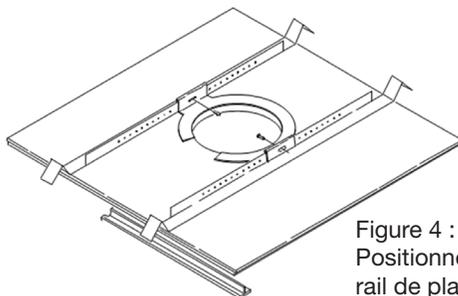

Figure 4 :
**Plafonds suspendus** – Insérez l'anneau en C dans le trou percé dans la plaque de plafond (ou installez-le au-dessus du plafond, si l'accès est possible). Placez l'anneau en C autour du trou avec les languettes positionnées comme illustré dans la figure 4.